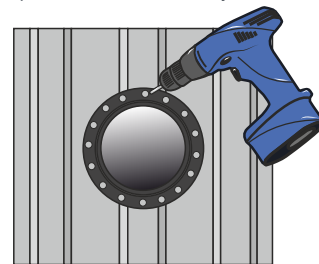

Рис.4
4. Прижмите и последовательно закрепите манжету с помощью саморезов со сверлом в кол-ве 12-ти штук (рис.4). Контроль правильности затяжки саморезов – равномерное и плотное прилегание манжеты по всей окружности.